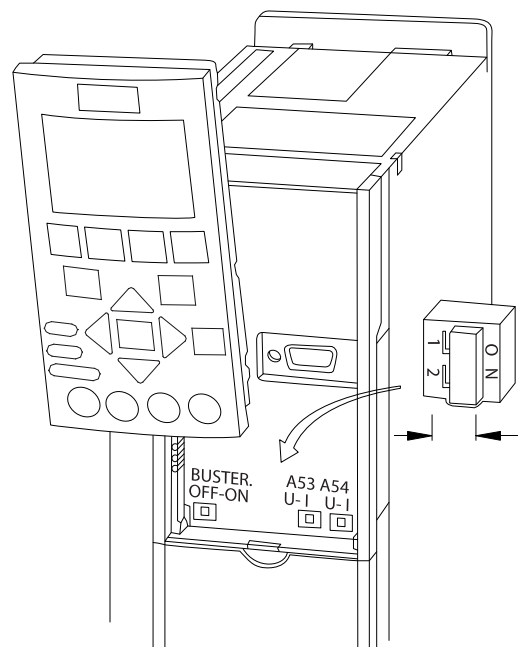

图 4.27 端子 53 和 54 的开关位置
1. 拆除 LCP（本地控制面板）（如图 4.27 所示）。
- 控制卡上提供了一个用于总线端接阻抗的开关 (BUS TER.)。请参阅 图 4.27。